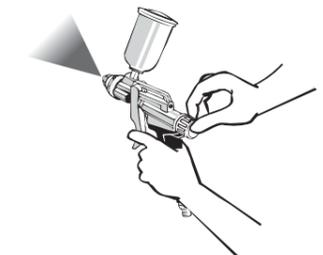

FIGURA 9.3 - AJUSTE DO JATO
2. Conserve a pistola sempre na posição vertical (Figura 9.3), caso contrário a camada do material aplicado será desigual.